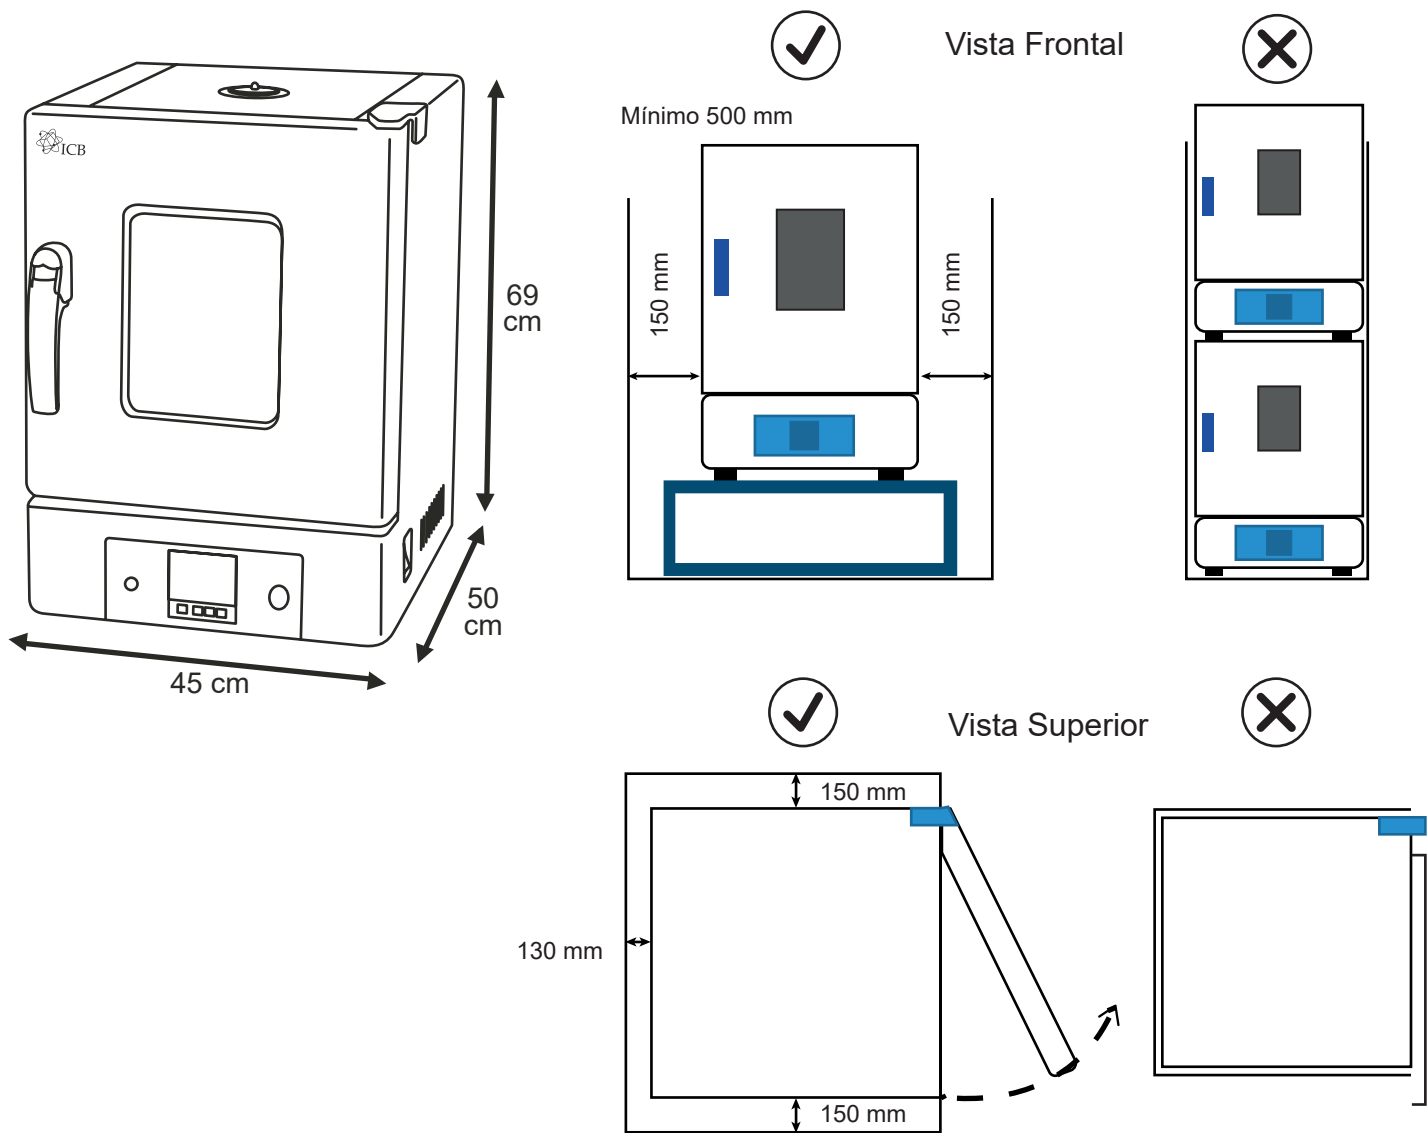

Figura 3. Distancia de colocación del horno
- El equipo debe mantenerse a cierta distancia de la pared como muestra la Figura 3.